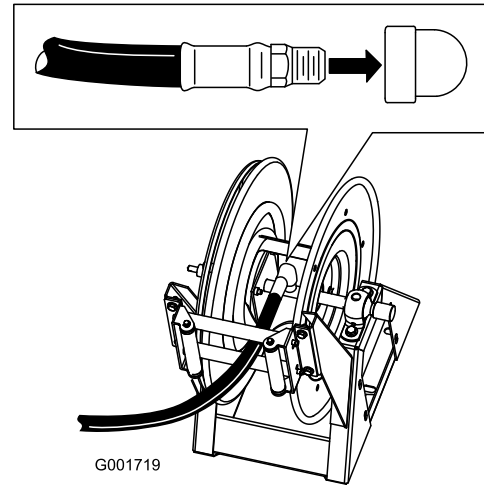

Figure 14
1. Enroulez du ruban Teflon® autour du filetage du raccord du long flexible et insérez le raccord dans le tube de raccordement sur le dévidoir (Figure 14).